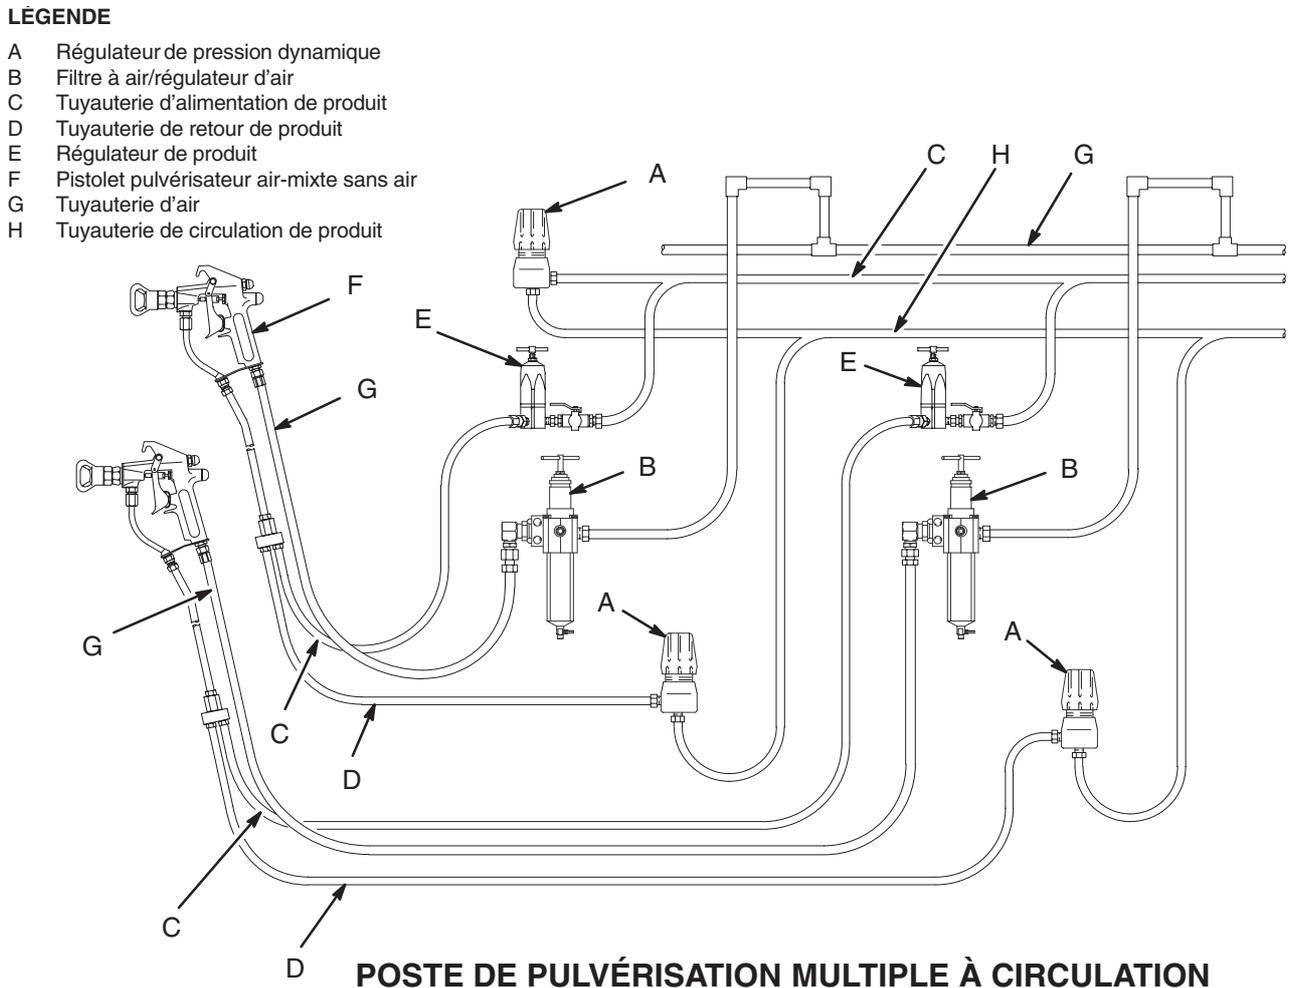

Fig. 2
4. S'il existe plusieurs postes de pulvérisation, monter le régulateur de pression (A) sur la conduite de circulation (H) après le dernier poste afin de permettre le maintien des pressions du système à un niveau correct. Voir les divers postes de pulvérisation à la Fig. 2.